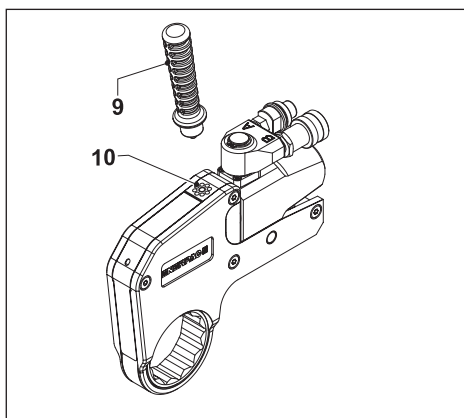

Fig. 3
3.2 Inställning av positioneringshandtaget (Fig. 3)
- Installera positioneringshandtaget (9) genom att skruva i den gängade änden helt i det gängade hålet (10) upptill på nyckeln.